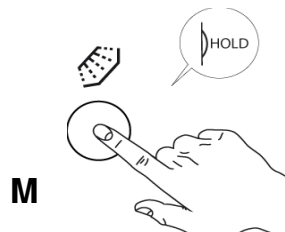

Fig.32
- 1- Tenere premuto il TASTO "G" risciacquo manuale a freddo per tutta la durata che si desidera raffreddare le stoviglie. (Fig.32)